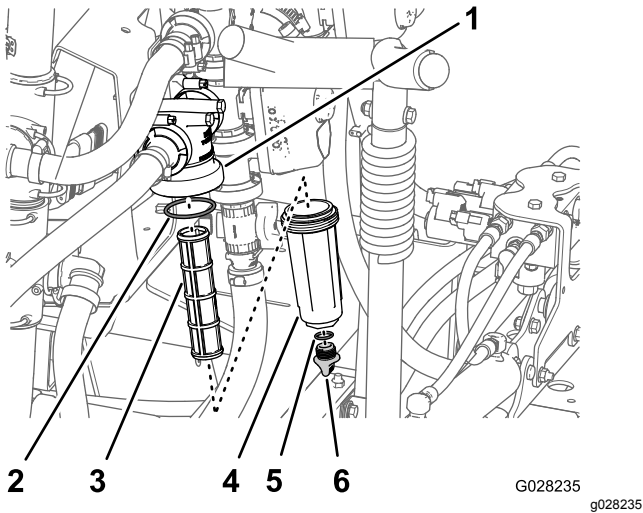

Figure 94
2. Placez un bac de vidange sous le filtre sous pression (Figure 94).
3. Tournez le bouchon de vidange dans le sens antihoraire et déposez-le de la cuvette du filtre sous pression (Figure 94).
4. Tournez la cuvette dans le sens antihoraire et déposez-la de la tête du filtre (Figure 94).
5. Retirez l'élément du filtre sous pression usagé (Figure 94).
6. Contrôlez l'état et l'usure du joint torique du bouchon de vidange (à l'intérieur de la cuvette) et du joint torique de la cuvette (à l'intérieur de la tête du filtre) (Figure 94).
7. Montez le nouvel élément filtrant dans la tête du filtre sous pression (Figure 94).
8. Vissez la cuvette sur la tête du filtre à la main (Figure 94).
9. Vissez le bouchon sur la cuvette à la main (Figure 94).